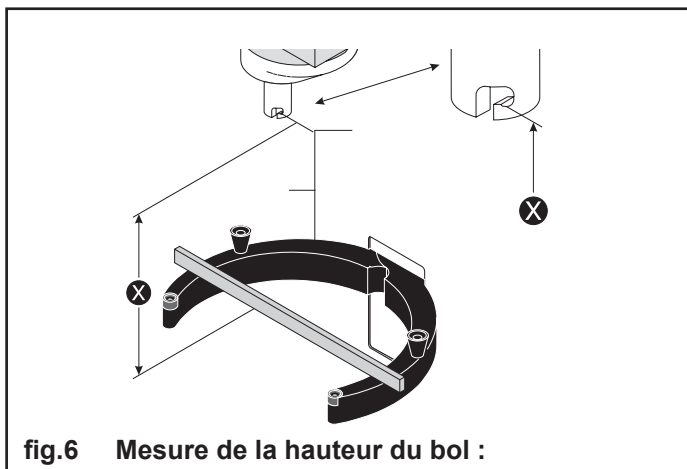

fig.6 Mesure de la hauteur du bol :
(X) est la distance séparant le coude de la baïonnette de la portée des bras supports du bol (fig.6). Cette mesure se prend, les bras étant en position haute (position de travail).